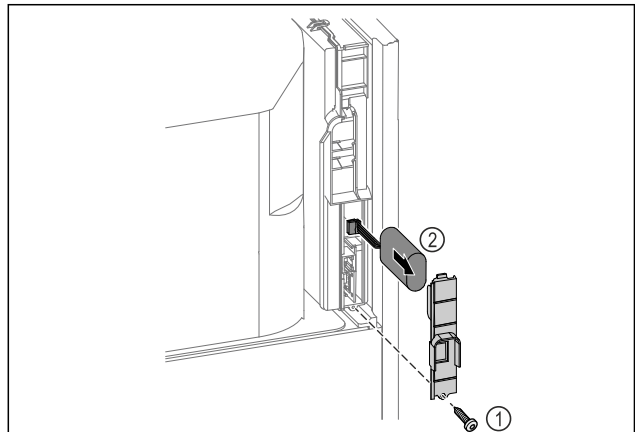

Fig. 219
- ▶ Ξεβιδώστε τη βίδα και αφαιρέστε το κάλυμμα στην πίσω πλευρά της συσκευής Fig. 219 (1).
- ▶ Αποσυνδέστε και τραβήξτε έξω την μπαταρία Fig. 219 (2).